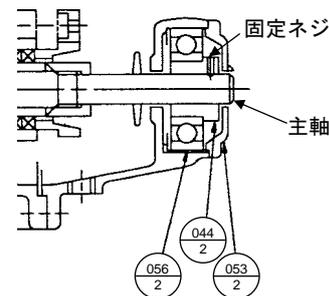

図14 吐出し側軸受ケーシング詳細(Ⅲ)
- (1) ケーシング内の水を抜きます。
- (2) 軸継手ガードを外し、電動機を取り除き、バランス配管(I型・Ⅲ型のみ)、シーリング配管を取り外します。
- (3) 各形式に応じて、軸受ケーシングを外す準備を行います。
- (c) III型(バランスディスク・ボールベアリング形)の場合、吐出し側軸受カバー(053-2)を外し、軸受アダプタ(044-2)の主軸への固定ネジを外しておきます。(図14参照)